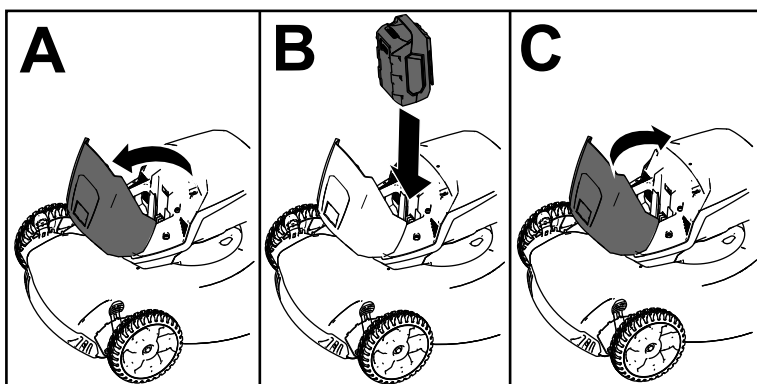

Figura 11
2. Levante la tapa del compartimento de la batería (Figura 11, A).
3. Alinee el hueco de la batería con la lengüeta de la máquina, e introduzca la batería en el compartimento hasta que se enganche en su sitio (Figura 11, B).
4. Cierre la tapa del compartimento de la batería (Figura 11, C).